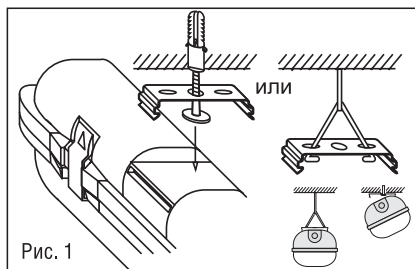

Рис. 1
- Наметить и просверлить отверстия для установочных кронштейнов на поверхности стены или потолка по месту установки (Рис. 1). Расстояние между центрами отверстий указано в таблице и может варьироваться в пределах